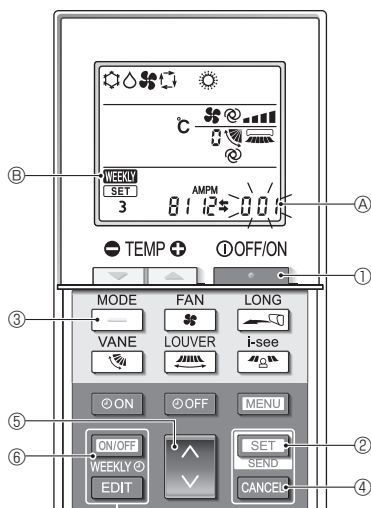

Fig. 5-9
5.9.8. Désactivation du mode AUTO (Fig. 5-9)
- Appuyez sur la touche **STOP** ① pour arrêter le climatiseur.
• Si la minuterie hebdomadaire est activée, appuyez sur la touche **ON/OFF WEEKLY** ⑥ pour la désactiver. (**WEEKLY** ⑥ disparaît.)
- Appuyez sur la touche **SET** ② pendant 5 secondes.
• L'appareil passe en mode de réglage des fonctions. (Le numéro de réglage du modèle (A) clignote.)
- Appuyez sur la touche **UP** ④.
- Achèvement des réglages (Fig. 5-9)